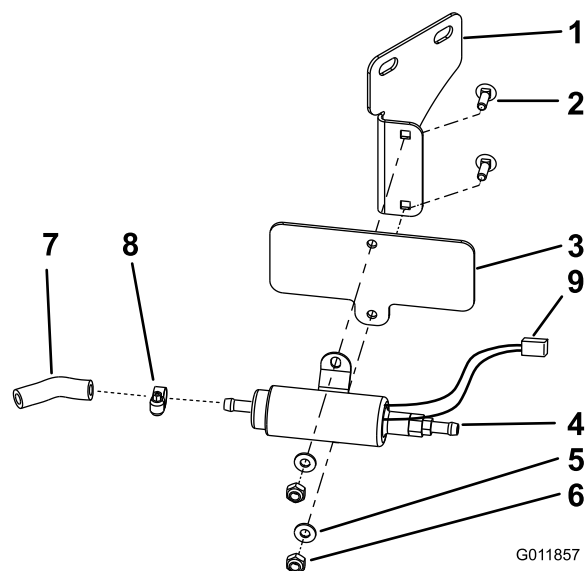

Figura 8
1. Monte la bomba de combustible nueva en la tapa y el soporte derecho de la bomba de combustible con 2 pernos de cuello cuadrado (1/4 x 3/4 pulgadas), 2 arandelas (1/4 pulgada) y 2 contratueras (1/4 pulgada) (Figura 8).
Nota: La bomba de combustible debe montarse según se indica en Figura 8 con los cables en el lado derecho.